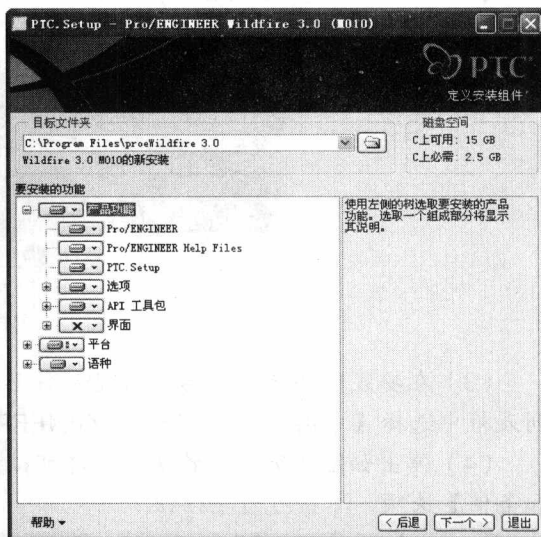

图 1-9 指定安装路径
(6) 进入下一个安装界面, 如图 1-9 所示, 可以根据用户自己的需要定义安装路径, 也可以接受默认的安装路径, 单击【下一个>】按钮。